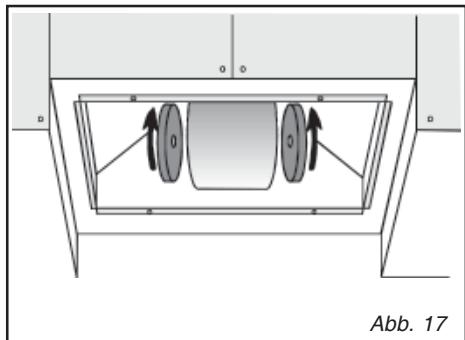

Abb. 17
- **Wechsel des Kohlefilters (Abb.17)**
Kohlefilter ausbauen (fig. 17):